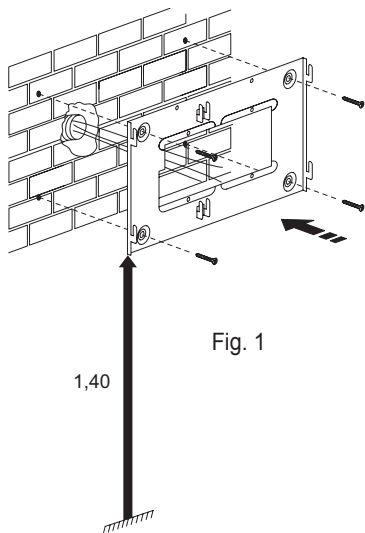

Fig. 1
- Fig. 1 Embeber o suporte Art. 6145 a uma altura de 1,40 m do chão.